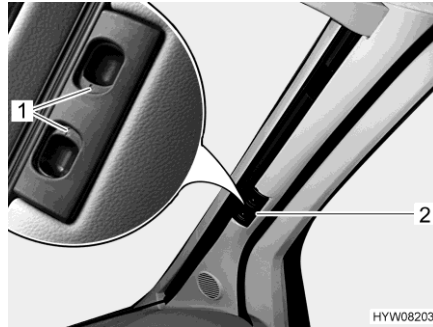

Bild 40 Plisségardin för vindrutan
- Skjut de två hälfterna av plisségardinen för vindrutan utåt så långt det går, ta tag i handtaget (Bild 40,2). Rör handtaget vågrätt i riktning mot låsspåret.
- Låt låshandtagen (Bild 40,1) haka fast.